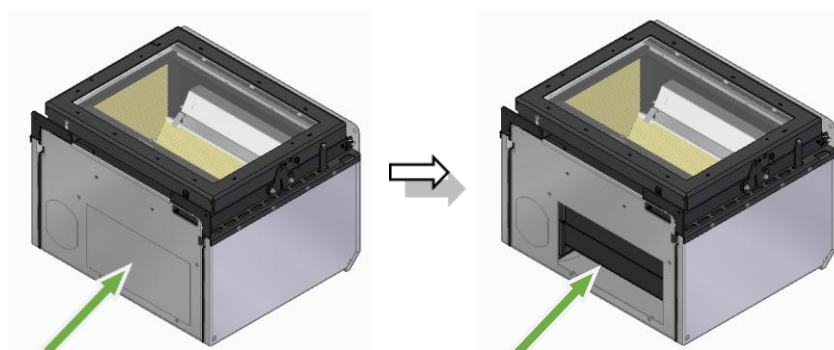

Figure 51 – Retrait des micro-joints inférieurs
a. Sur ces modèles, le kit de ventilation est placé sous l'appareil. Pour fixer le kit de ventilation optionnel, vous devez d'abord casser les micro-joints sur le fond avec un marteau, pour pouvoir fixer le ventilateur et les accessoires du kit de ventilation, voir Figure 51.